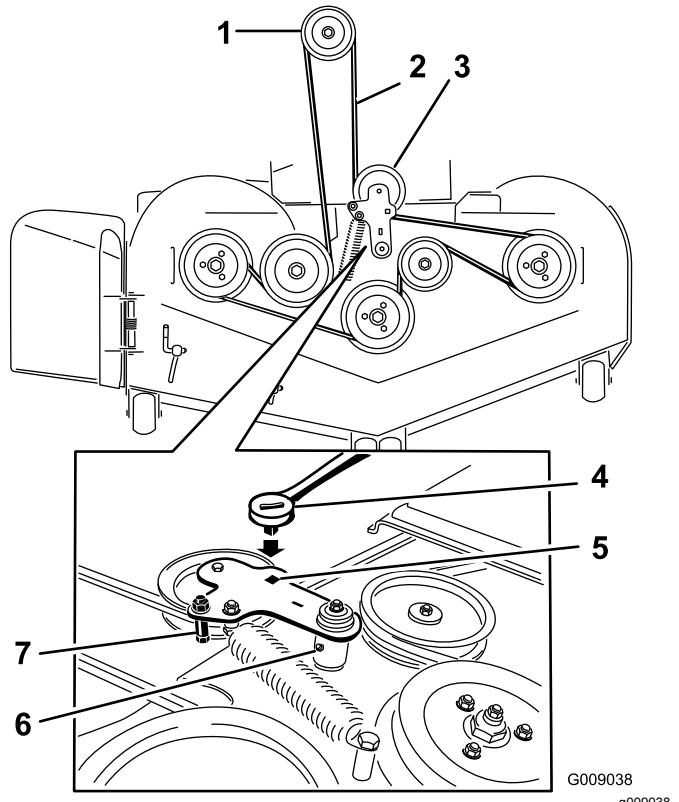

Figura 80
- Utilice una llave de carraca en el taladro cuadrado del brazo tensor para aliviar la tensión del muelle tensor (Figura 80).
- Instale la guía de la correa en el brazo tensor tensado con muelle (Figura 80).
- Pase la correa nueva alrededor de las poleas del cortacésped y de la polea del embrague, debajo del motor (Figura 80).
- Instale la guía de la correa en el brazo tensor (Figura 80).
- Utilizando la llave de carraca en el taladro cuadrado, instale el muelle tensor (Figura 80).